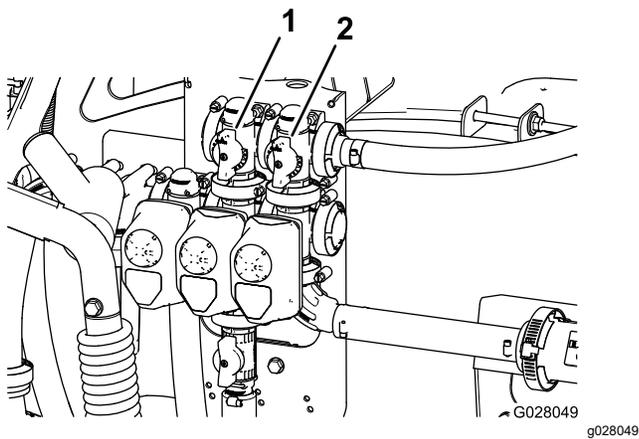

图 23
- 调节搅拌阀背面的搅拌旁通阀 图 23 直至压力表上的读数为 6.9bar(100 psi)。
9. 调节主喷洒臂段旁通阀手柄控制药缸中的搅拌量 图 23。